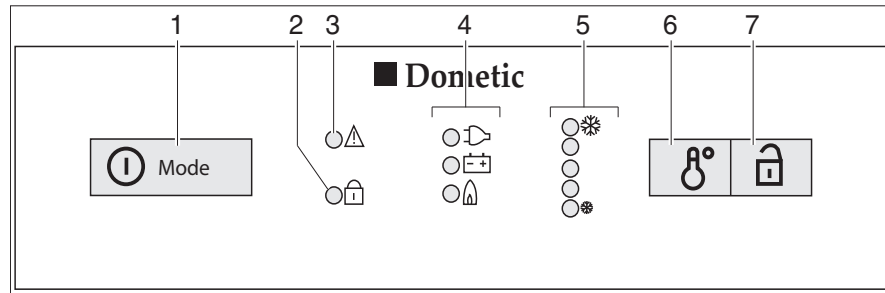

Fig. 201 Elementos de mando para el frigorífico (Dometic de la serie 8 con SMSE)
- Pulsar el conectador/selector de energía (Fig. 201,1) 2 segundos para conectar el aparato. Se ilumina el LED del último modo de funcionamiento seleccionado.
- Si fuera necesario, pulsar el conectador/selector de energía (Fig. 201,1) varias veces brevemente hasta que se ilumine el piloto gas "🔥". El suministro de gas está abierto. El encendido se realiza automáticamente. Se oye un sonido de tictac hasta que el proceso de encendido se haya llevado a cabo con éxito.
- Ajustar la temperatura de refrigeración con el conmutador para el ajuste de la temperatura (Fig. 201,6).
- Pulsar el conector/selector de energía (Fig. 201,1) 2 segundos para conectar el aparato. Se ilumina el LED del último modo de funcionamiento seleccionado.
- Si fuera necesario, pulsar el conector/selector de energía (Fig. 201,1) varias veces brevemente hasta que se ilumine el piloto 230 V .
- Si fuera necesario, pulsar el conector/selector de energía (Fig. 201,1) varias veces brevemente hasta que se ilumine el piloto 12 V .